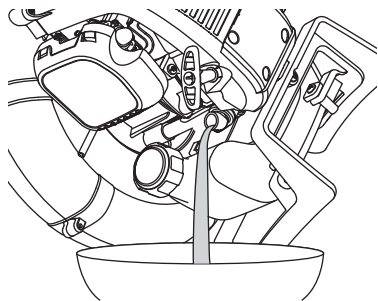

Fig. 22
2. Vierta el aceite fuera del orificio de llenado de aceite en un recipiente inclinando la unidad hasta una posición vertical (Fig. 22). Deje suficiente tiempo como para completar el drenaje.